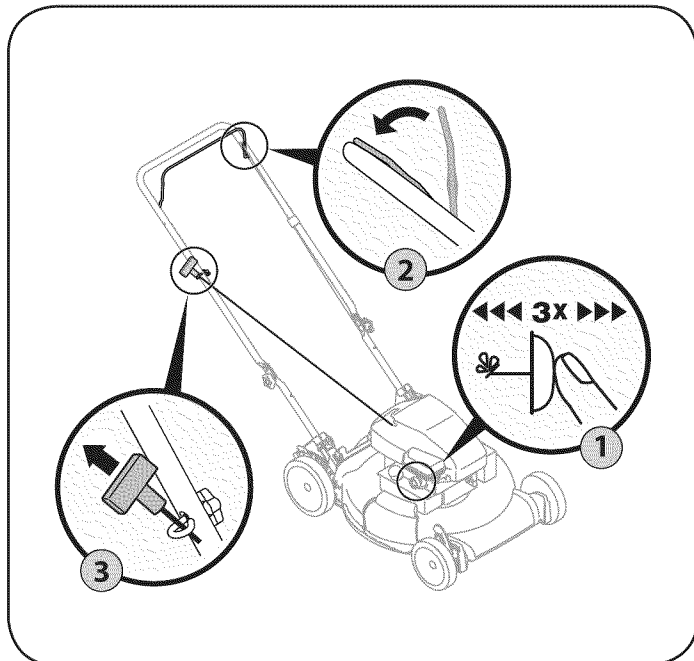

Figura 11
1. Comenzando el motor por primera vez, empuje el cebador cinco veces. Para todas las futuras ventajas, empuje el cebador tres veces. Espere aproximadamente dos segundos entre cada presión. Vea la Figura 11. No cebe el motor caliente para reiniciarlo luego de una detención breve.
3. Sostenga firmemente las dos manijas juntas, tome la manija del arrancador de retroceso y tire de la cuerda para sacarla con un movimiento rápido y continuo. Vea la Figura 11. Mantenga firme la manija del arrancador, deje que la cuerda regrese lentamente al arrancador. Repita hasta que el motor esté en marcha. Deje que la cuerda se enrosque lentamente de regreso.